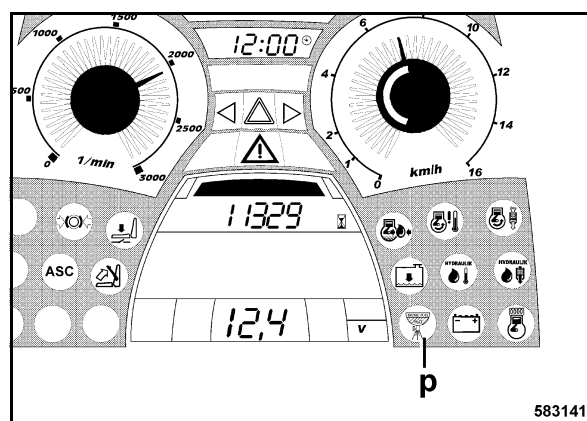

Fig. 166
- Si la lámpara de aviso de agua en el combustible (p) (Fig. 166) se enciende durante el arranque o durante el servicio, hay que descargar el agua del filtro previo.